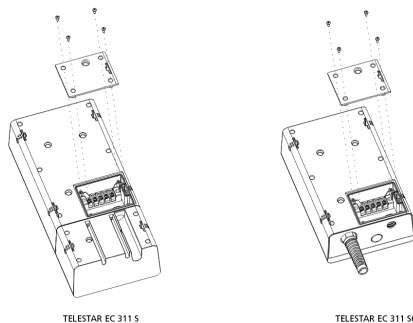

Abb. 8: Feste Anschlussabdeckung
- Entfernen Sie die Abdeckung des Schutzkastens (Abbildung 8).
3. Bringen Sie die Abdeckung des Schutzkastens wieder an (Abbildung 8).